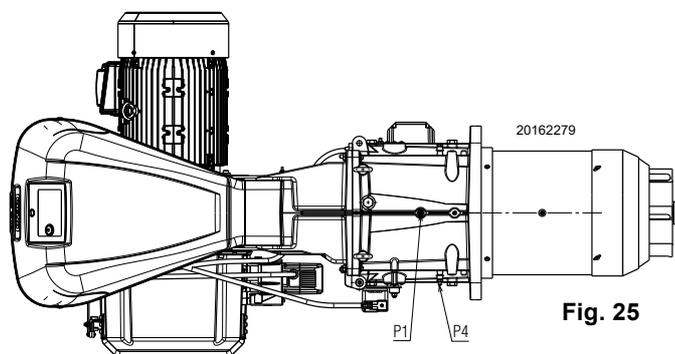

Fig. 25
Pression gaz mesurée à la prise P1) (Fig. 25), avec:
- Soustraire de la pression du gaz à la prise P1) (Fig. 25) la pression de la chambre de combustion.
Pression de gaz à la prise P1) (Fig. 25) = 27,6 mbar
Pour connaître la pression de gaz nécessaire sur la prise P1) (Fig. 25), une fois établie la puissance MAX. à laquelle on veut faire fonctionner le brûleur:
- Lire sur la droite, colonne 1, la pression à la prise P1) (Fig. 25).
Pression nécessaire à la prise P1) (Fig. 25).